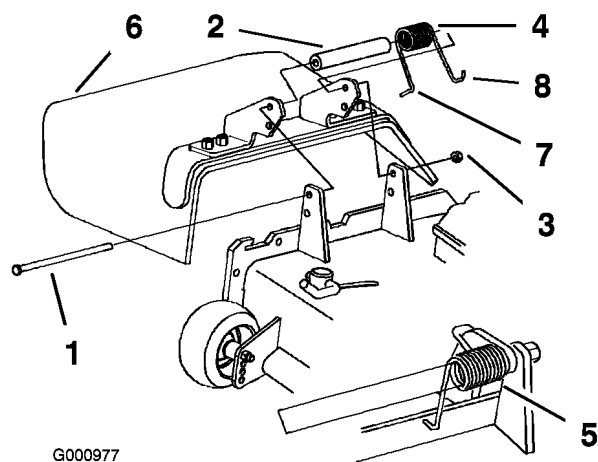

Figura 86
1. Retire la contratuerca, el perno, el muelle y el espaciador que sujetan el deflector a los soportes de pivote (Figura 86). Retire el deflector de hierba dañado o desgastado.
Nota: Asegúrese de colocar el extremo en L del muelle detrás del reborde de la plataforma antes de instalar el perno, según muestra Figura 86.
3. Instale el perno y la tuerca. Coloque el extremo en J del muelle alrededor del deflector de hierba (Figura 86).